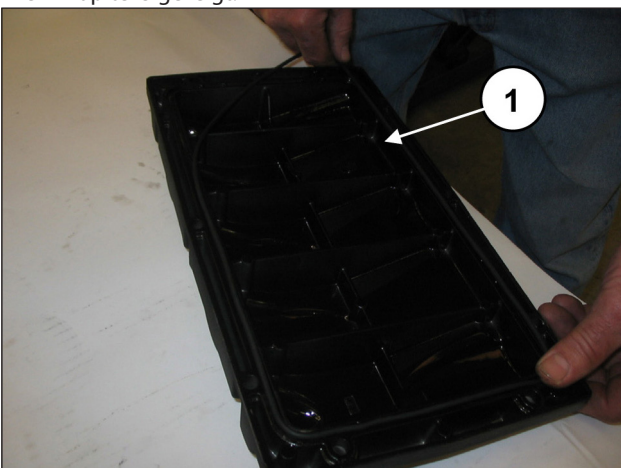
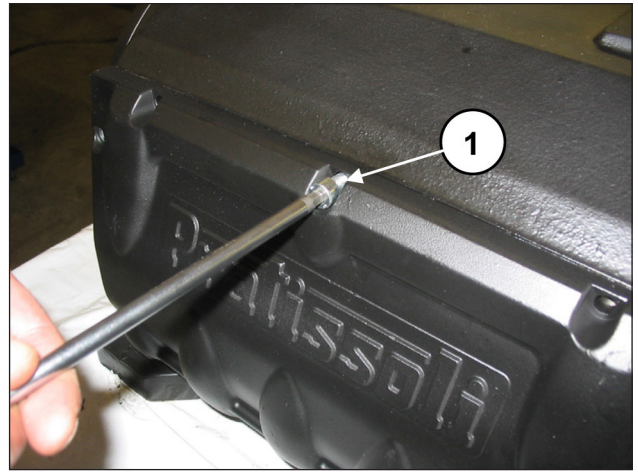

Abb. 74
Abb. 75
Setzen Sie die Passfeder 16x10x90 in das Ritzel ein. Setzen Sie den O-Ring in den hinteren Deckel ein (Pos. ①, Abb. 74) und befestigen Sie den Deckel am Gehäuse anhand von 10 Schrauben M8x18 (Pos. ①, Abb. 75).